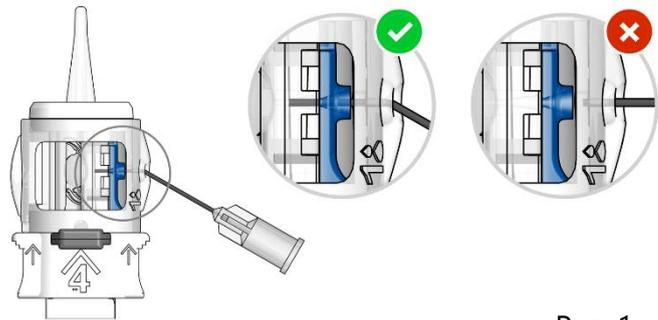

Рис. 1
3. Полностью введите канюлю (23G – 27G) шприца, заполненного вязкоэластиком, в маленькое отверстие, обозначенное «1» (рис. 1), до тех пор, пока он полностью не войдет в синюю воронку. Сохраняйте небольшое давление на кончик канюли при введении вязкоэластика через отверстие. Введенное количество вязкой жидкости становится достаточным, как только ИОЛ полностью покрывается вязкоэластиком (около 0,2-0,25 мл).